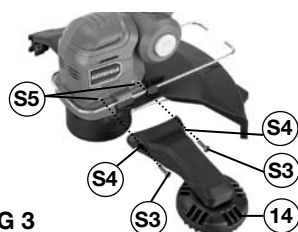

FIG 3
### INSTALACIÓN DE LA RUEDA DE SOPORTE PARA BORDEADORA (FIG 3)
- Adjunte la rueda de soporte para bordeadora en la cabeza del motor, como se muestra en la FIG 3. Alinee los agujeros para tornillos S4 con S5.